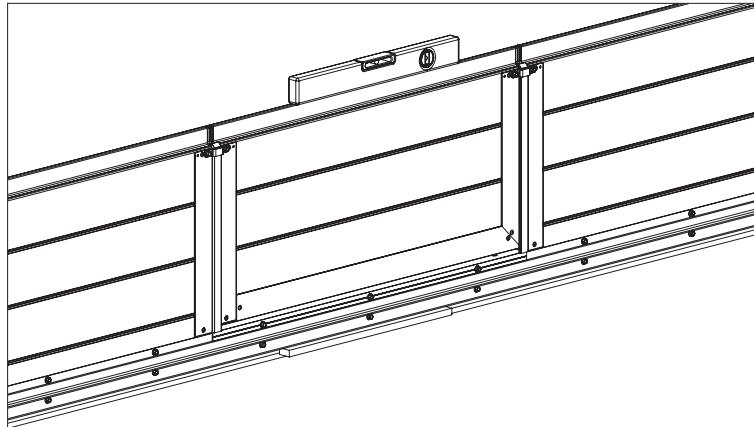

Рис. 30.1
- установить нижнюю секцию на место монтажа (рис.30.1). Используя, при необходимости, подкладки, выставить секцию в горизонтальном положении. Подкладки устанавливаются под боковые упоры нижней секции. Плоскость расположения нижних торцов упоров должна совпадать с плоскостью нулевой отметки (с уровнем чистого пола).
- горизонтальность установки секции определяется строительным брусковым уровнем, устанавливаемым на оголовки панелей и створки калитки (рис.30.1).